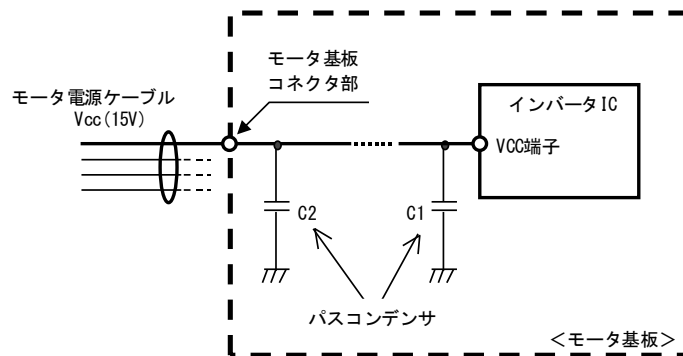

図 4.8.1 サージ電圧保護素子設置(例)
- ・対策 ①IC 端子に近接してパスコンデンサ C1 を配置する。パスコンデンサには、セラミックコンデンサ等の周波数特性の良いものを付加する。容量の目安は約 $1\mu\text{F}$ 。
②さらに図 4.8.1 のように、モータ基板コネクタ部に近接してコンデンサ C2 等のサージ吸収素子を配置すると有効である。